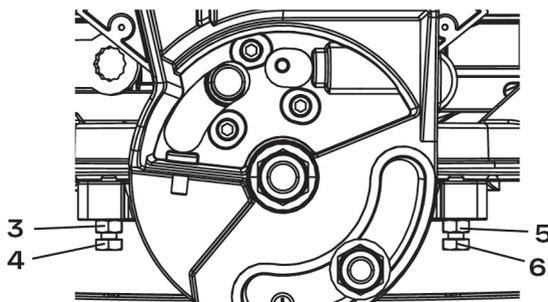

рис. 14
4. Если угол между диском и поворотным столом отклоняется от 45°, наклонить режущий блок пилы влево, ослабить контргайку (3) и закрутить или открутить регулировочный болт (4), чтобы увеличить или уменьшить угол (рис. 14).
6. Повторять данные шаги, пока угол наклона между режущим диском и поворотным столом не составит 45°. Как только выравнивание будет достигнуто, затянуть контргайку (3) (см. рис. 14).
4. Если угол между диском и поворотным столом отклоняется от 45°, наклонить режущий блок пилы вправо, ослабить контргайку (5) и закрутить или открутить регулировочный болт (6), чтобы увеличить или уменьшить угол (рис. 14).
6. Повторять данные шаги, пока угол наклона между режущим диском и поворотным столом не составит  $45^\circ$ . Как только выравнивание будет достигнуто, затянуть контргайку (5) (см. рис. 14).